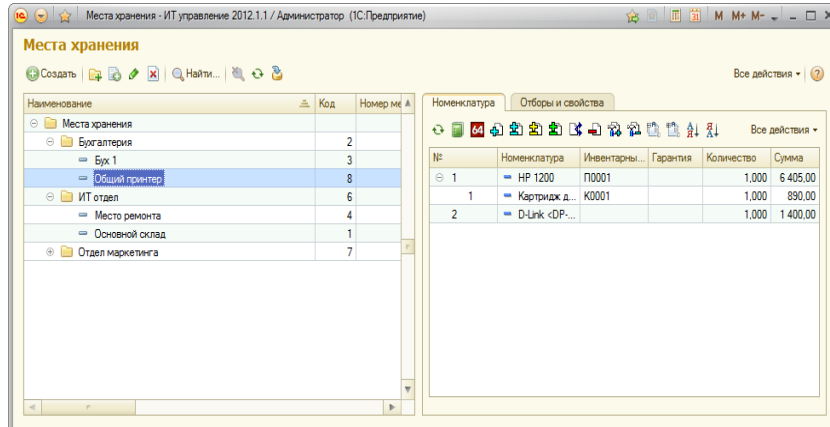

Рис. 3. Поступившее оборудование на месте хранения
4. Результат представлен на рис. 3.